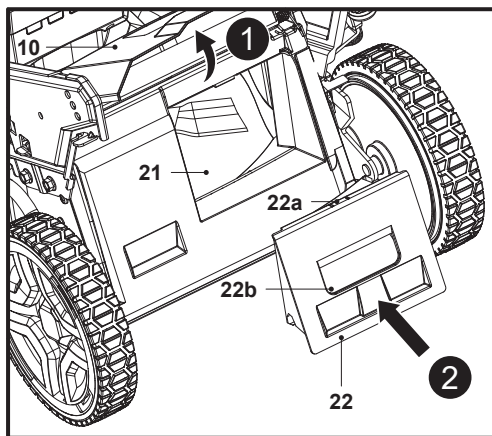

Fig. 14
1. Ouvrir le déflecteur (10), maintenir la poignée encastrée (22b) et insérer l'obturateur mulching (22) dans la goulotte d'éjection arrière (21) (Fig. 14). S'assurer que le loquet de verrouillage (22a) s'enclenche dans la goulotte d'éjection arrière (21).